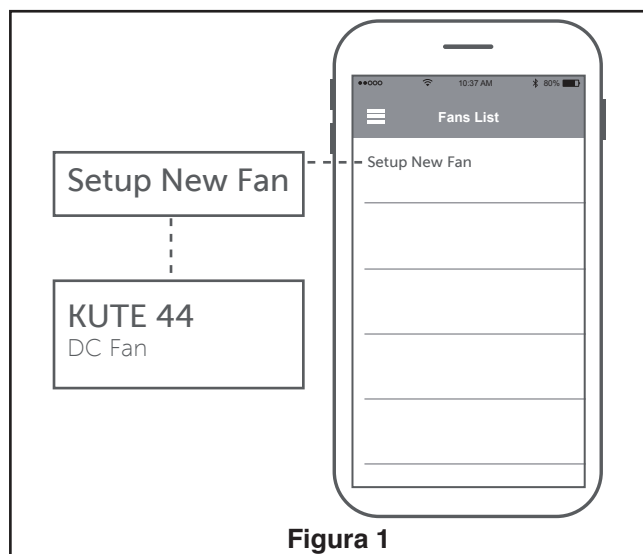

Figura 1
1. Abra la App fanSync y toque Configurar Nueva Fan para iniciar la configuración. (Figura 1)
1. Instalación de la placa de la pared: (Figura 1)